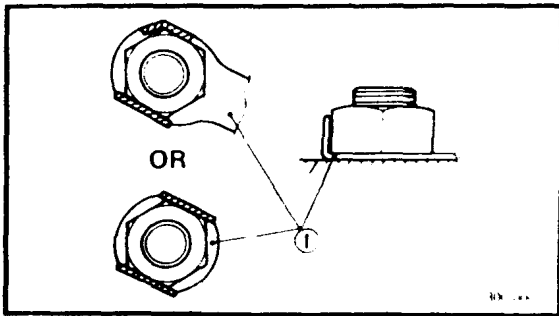

图 1-4
(1) 在发动机的大修过程中, 应更换所有的衬垫、密封件和 O 型密封环。必须清洗所有的衬垫表面、油封口和 O 型密封环。
(2) 在重新组装过程中, 所有的相配零件和轴承均应涂上润滑油。油封口应涂上润滑脂。
所有的锁紧垫圈/垫片①和开口销在拆卸后均应更换。在适当拧紧螺栓或者螺母之后，应沿螺栓或者螺母的侧面弯曲锁紧凸舌见图 1-4。